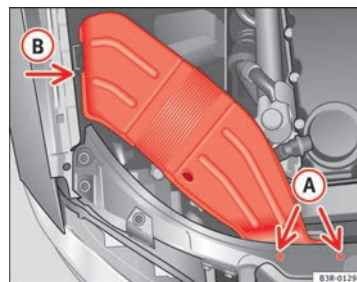

Fig. 216 Conducción de ventilación en el lado derecho del vehículo
- Desenrosque los tornillos (A) ⇒ fig. 216.
- Separe la conducción de ventilación de la guía (B) y extráigala. ■